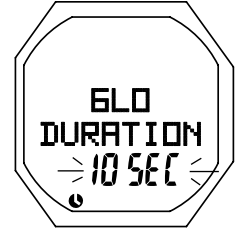

Fig. 51 - AJUSTE DURACIÓN ILUMINACIÓN
**Ajuste de la duración de la iluminación** - Ésta es la información mostrada (Fig. 51):